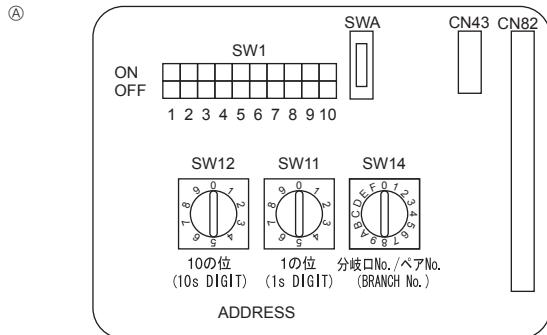

Fig. 6-4
- ③ Беспроводной пульт дистанционного управления
6.5. Установка адресов (Fig. 6-4)